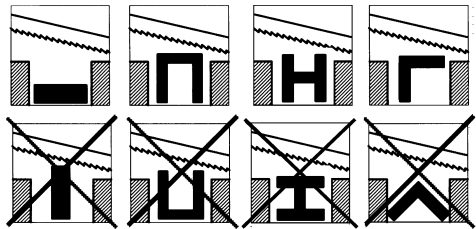

Fig. 11
4.5 COLOCACION CORRECTA DE LA PIEZA EN EL TORNO (Fig.11)